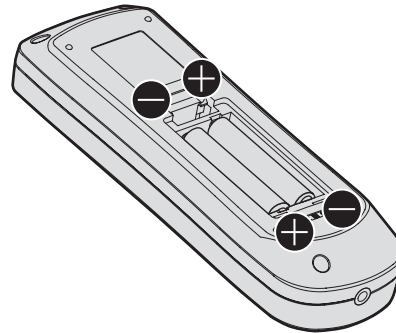

Fig. 2
- 2) **Inserire le batterie e chiudere il coperchio (inserire prima il lato $\ominus$).** (Fig. 2)